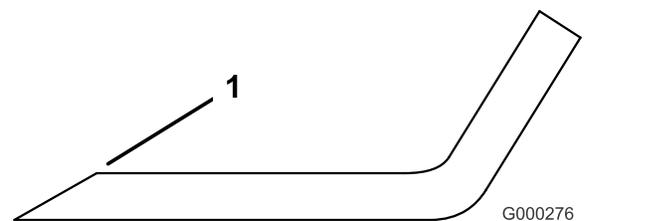

**Figura 111**
2. Verificate accuratamente i taglienti, con particolare attenzione ai punti d'incontro delle sezioni piatta e curva della lama (Figura 111).
**Nota:** Sabbia e materiali abrasivi possono consumare il metallo che connette le sezioni piatta e curva della lama, per cui si consiglia di controllare la lama prima di usare il tosaerba. Se riscontrate segni di usura (Figura 111), sostituite la lama.